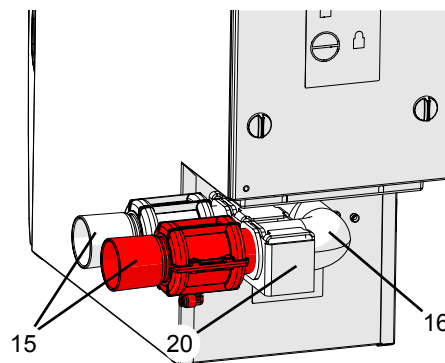

Fig. 3
L'apertura e la chiusura dei canali di aspirazione avviene tramite valvole pneumatiche a manicotto (15, Fig. 3). Queste richiedono l'aria compressa. Sull'apparecchio, il tubo per l'aria compressa è montato fisso.
- ⇒ Estrarre le valvole a manicotto (15, Fig. 3) dal collettore di aspirazione (16, Fig. 3).
- ⇒ Svitare la vite zigrinata (19).
- ⇒ Staccare il collettore di aspirazione con il supporto (20) dalle viti di fissaggio ruotandolo e toglierlo verso il retro dal bocchettone dell'aspiratore (A).
- ⇒ Estrarre il collettore di aspirazione dal supporto (B), girarlo (C) e reinserire nel supporto nella nuova posizione (D).
- ⇒ Montare il collettore di aspirazione sul bocchettone dell'aspiratore e agganciare (E) il supporto nelle viti di fissaggio (26).
- ⇒ Fissare il supporto con la vite zigrinata (19).